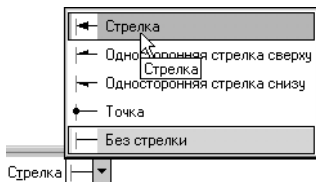

Рис. 22.17. Выбор варианта окончания линии-выноски
3. Из раскрывающегося списка **Стрелка** выберите вариант **Стрелка** (рис. 22.17).